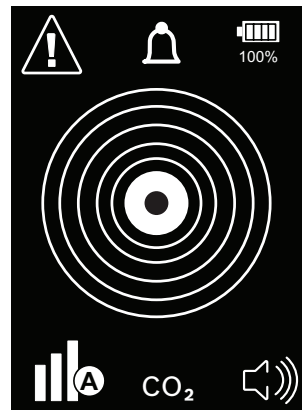

Abb. 4: Begrüßungsbildschirm
- ⇒ Daraufhin wird ein Begrüßungsbildschirm mit allen Symbolen angezeigt (siehe Abb. 4).